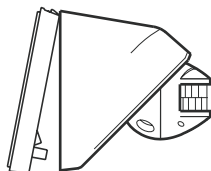

Рис. 12
2. Потяните переднюю часть вперед до тех пор, пока она не отделится от нижней части (см. рис. 12)